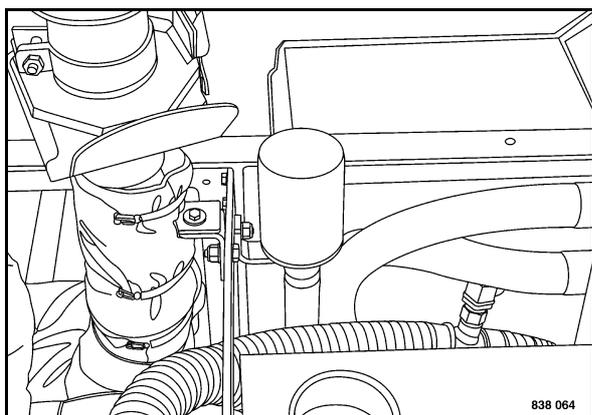

Fig. 209
- Sostituire il filtro dell'aria nel vano motore (Fig. 209).